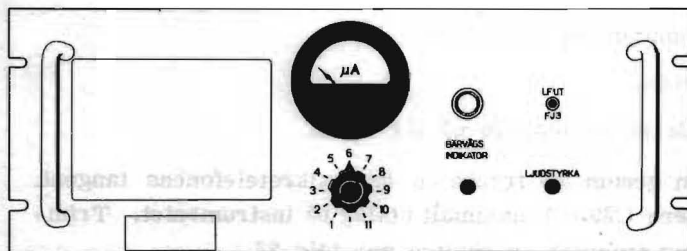

Bild 29.
- Vrid trimmern BÄRVÅGSINDIKATOR helt medurs (bild 29).
- Tryck in tangenten och anropa lgc. Be lgc räkna eller tala i normal samtalston någon minut så att ljudstyrkan kan efterjusteras med trimmern LJUDSTYRKA (bild 29).